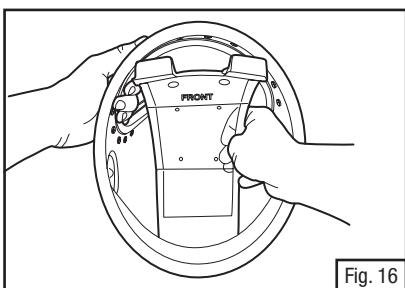

Fig. 16
2. Coloque a extremidade inferior (com a almofada de espuma) na parte de trás do capacete e contra a entrada de ar. Centralize o vinco médio da guia com o vinco do capacete (Fig. 16).